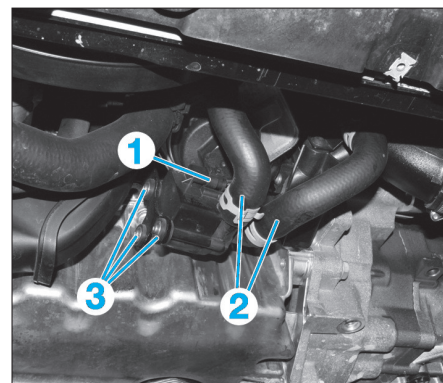

Fig. 23
- Débrancher le connecteur (1) de la pompe à eau additionnelle (Fig.23).
- Débrancher les deux durits (2).
- Déposer les trois vis (3) de fixation de la pompe à eau additionnelle.